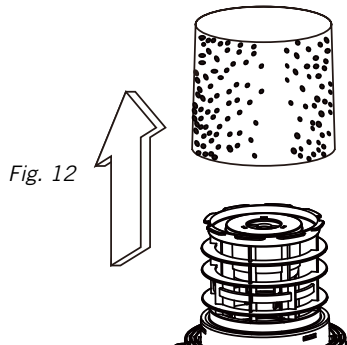

Fig. 12
23. Para quitar el filtro de espuma para aspirar en mojado, coloque el cabezal motriz boca abajo y quite cuidadosamente el filtro de espuma para aspirar en mojado 15. **Fig. 12.**